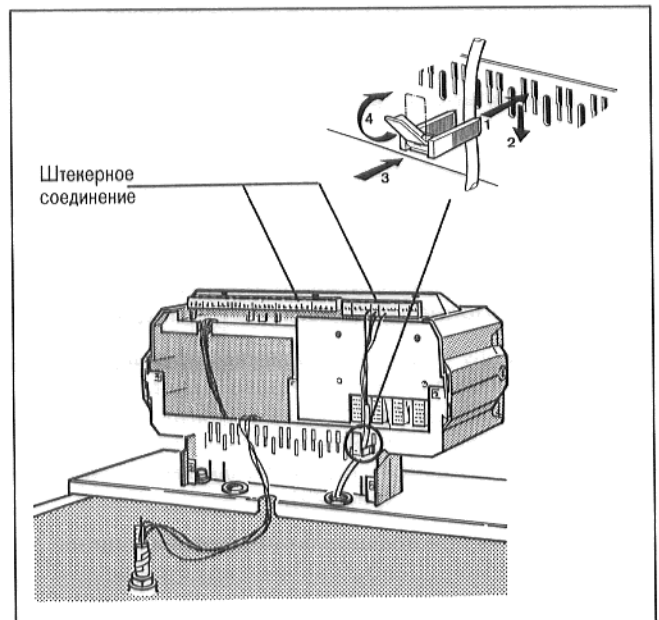

Рис. 26
- Подключить электропроводку к штекерным соединениям, соответственно схеме соединений (рис. 26).
- Вставить зажимы для крепления, с вложенным проводом, в раму зажимов и закрепить, повернув рычажок (рис. 26).